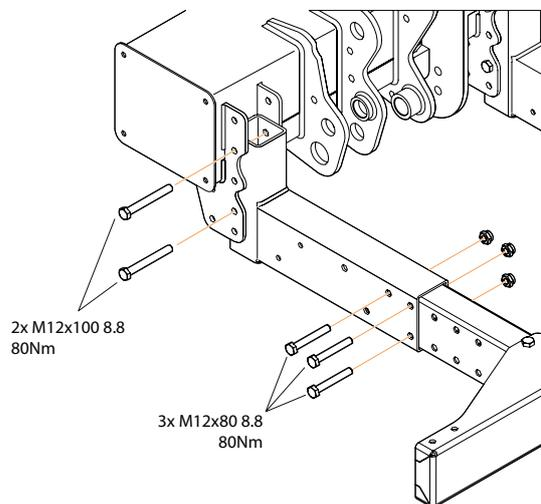

Figura 49. Montaje de la protección contra empotramientos
1. Monte la parte interior de cada soporte, se pueden montar en cuatro alturas diferentes. Elija una altura que proporcione una posición que cumpla con los requisitos legales, consulte el apartado "3.2 Medidas reglamentarias" en la página 9. Utilice el tornillo correspondiente M12x100. Monte sin apretar los tornillos, consulte Figura 49.